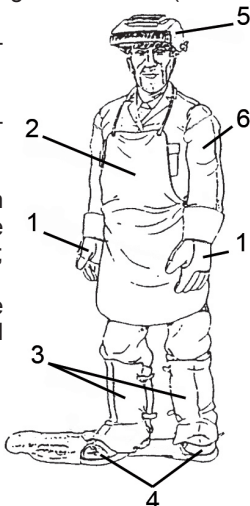

Abb.1
• Die Bediener und ihre Gehilfen müssen ihren Körper durch Tragen von geschlossenen und nicht brennbaren Schutzanzügen ohne Taschen oder Umschläge schützen. Etwaige Öl- bzw. Fettsuren müssen von jeder Kleidung vor dem Anziehen entfernt werden. Nur Kleidung mit CE-Kennzeichnung und Eignung für das Lichtbogenschweißen (Abb. 1) tragen: